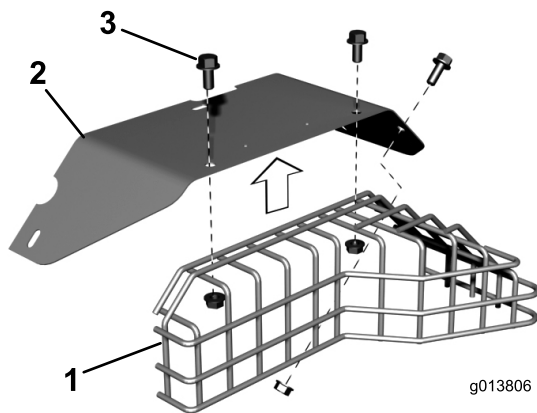

図 5
8. マフラ・シールドを排気シールドに固定しているフランジ・ヘッドねじ（3本）とフランジ・ナットを外す（図 5）。排気シールドと、フランジ・ヘッドねじとフランジ・ナット2組は保管する。